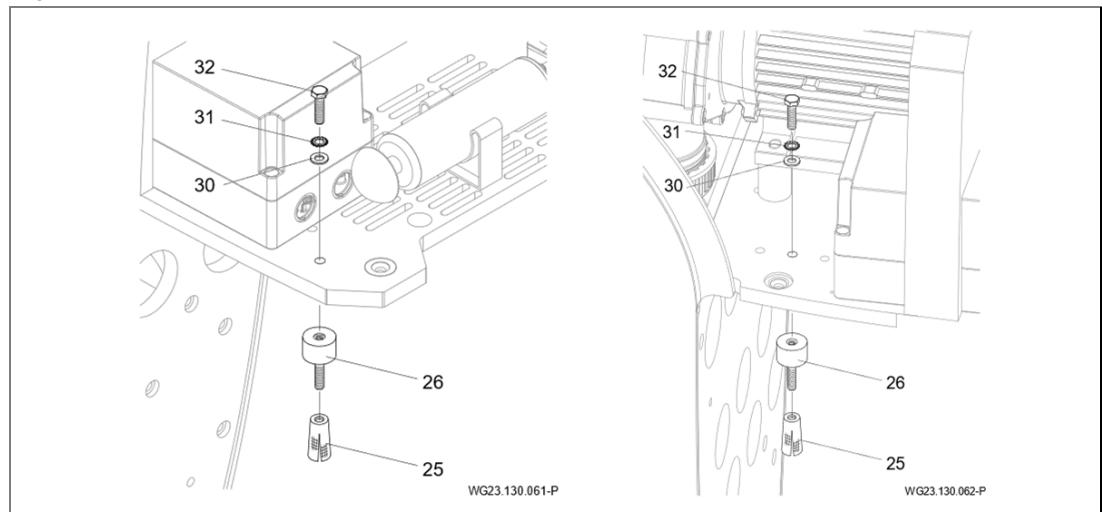

Fig. 6
- Configurar anclaje tipo expansión de metal (25) y desatornillar dispositivos antivibración. "Fig. 6", página 21 e .
- Coloque el dispositivo sobre los dispositivos antivibración y fije a través de los tornillos hexagonales (32) con las arandelas dentadas (31) y las arandelas de ajuste (30). "Fig. 6", página 21 e .